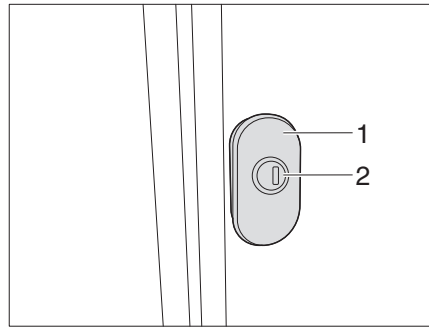
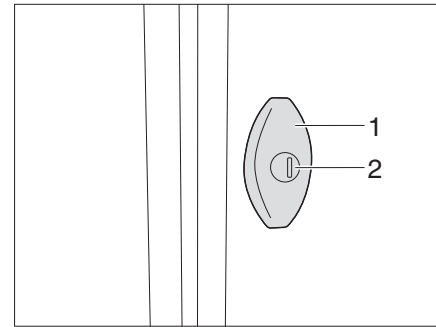

Bild 58 Drehspannschloss (Variante 1)
Bild 59 Drehspannschloss (Variante 2)
- Schlüssel in Schließzylinder (Bild 58,2/Bild 59,2) stecken und eine viertel Umdrehung drehen. Das Klappenschloss ist entriegelt.
- Am Drehspannschloss (Bild 58,1/Bild 59,1) ziehen und um 180° im Gegenuhrzeigersinn drehen. Die Außenklappe ist geöffnet.
- Drehspannschloss (Bild 58,1/Bild 59,1) im Uhrzeigersinn um 180° drehen. Die Klappe wird an die Dichtung gezogen.
- Schlüssel in Schließzylinder (Bild 58,2/Bild 59,2) stecken und eine viertel Umdrehung drehen. Das Klappenschloss ist verriegelt.